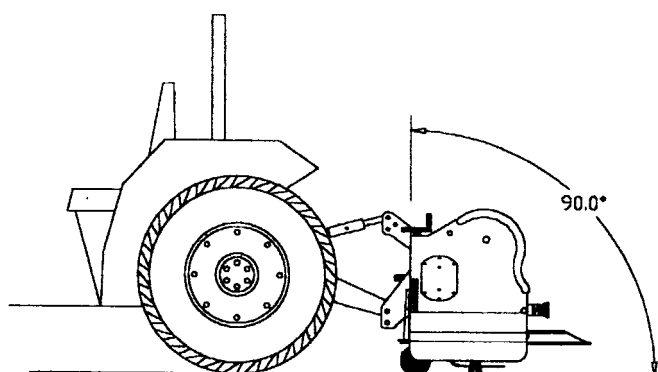

Fig. 8
6. Réduisez ou augmentez la longueur de la biellette supérieure pour que la machine soit verticale (Fig. 8). Servez-vous du boîtier de mise à niveau du tracteur pour élever la machine uniformément vue de l'avant ou de l'arrière.